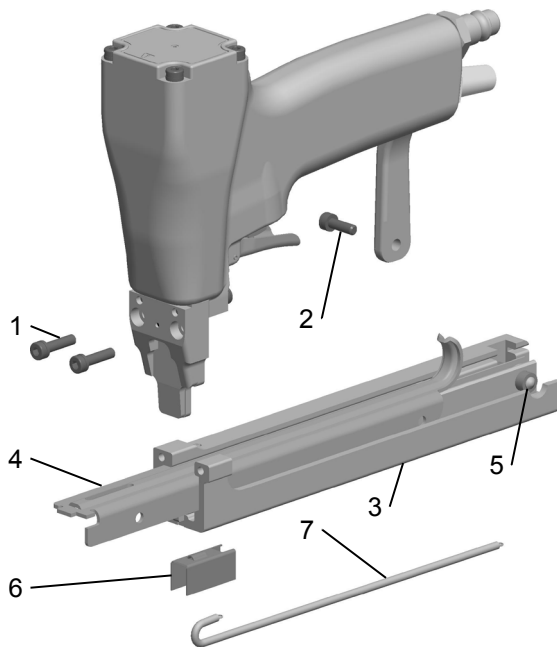

Fig. 6
- Dévisser la vis à tête cylindrique arrière (Fig. 6/2).